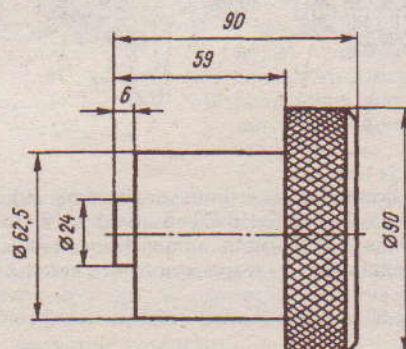

Рис. 5.25. Оправка для запрессовки приводного вала в средний подшипник и зубчатого хвостовика с подшипником в сборе в кожух
- ✓ надеть на конец вала зубчатый хвостовик с подшипником и при помощи оправки (рис. 5.25) запрессовать хвостовик с валом на посадочные места;